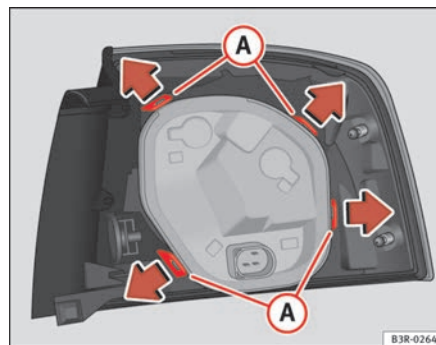

Fig. 221 Linguette di fissaggio nella parte posteriore della unità luci posteriore
- Sganciare le linguette di fissaggio (A) ⇒ fig. 221.
- Sollevare il supporto lampade in direzione della freccia (B).